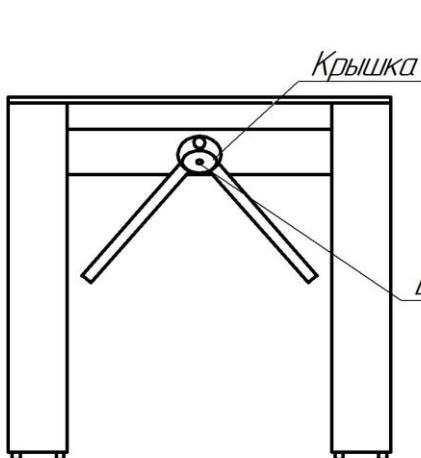
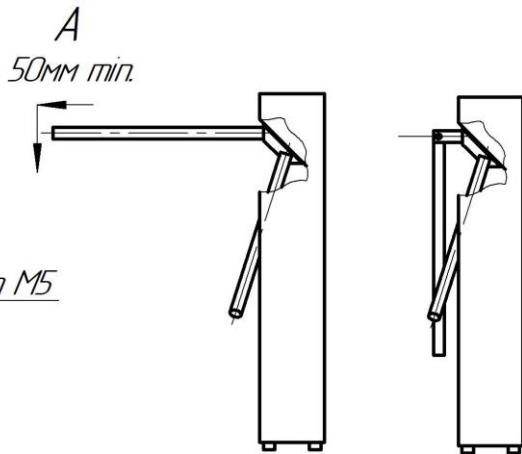

Рис. 1
рис. 2
6.4. Установите штанги. Для этого снимите крышку поворотного механизма, открутив винт M5 (рис.1). Штанги «антипаника» установите фаской резьбового отверстия к центру поворотного механизма турникета. Закрепите штанги болтами M10, входящими в комплект штанг. Для перевода штанги «антипаника» в положение «проход открыт» оттяните штангу в направлении А (от турникета) на 50-80мм и поверните ее вниз (рис.2). Время открытия штанги «антипаника» составляет 1-3с. Закройте место крепления штанг крышкой.